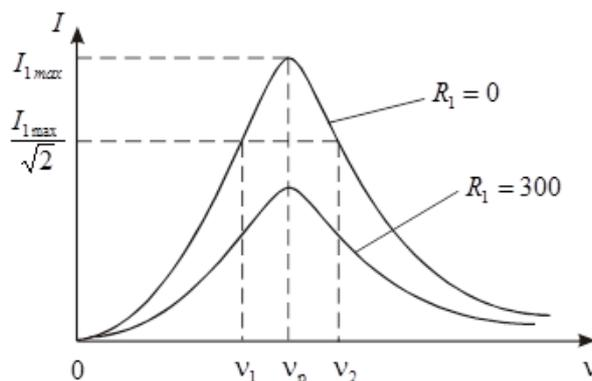

Рис. 10.9
3. Отложить на графике, соответствующем $R_1 = 0$, (рис. 10.9) величину $I_1 = \frac{I_{1\ max}}{\sqrt{2}}$ и определить значение частот ν_1 и ν_2 .